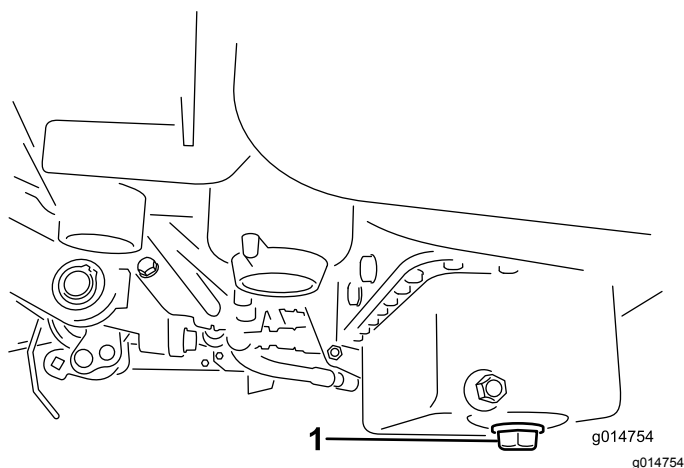

Figura 46
1. Retire el tapón de vaciado y deje fluir el aceite a un recipiente apropiado. Cuando el aceite deje de fluir, coloque el tapón de vaciado (Figura 46).